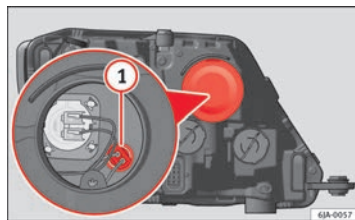

Fig. 147 Cambio de lámpara para la luz de posición
- Quite la tapa protectora ⇒ fig. 147.
- Extraiga el portalámparas ⇒ fig. 147 ① tirando hacia afuera.